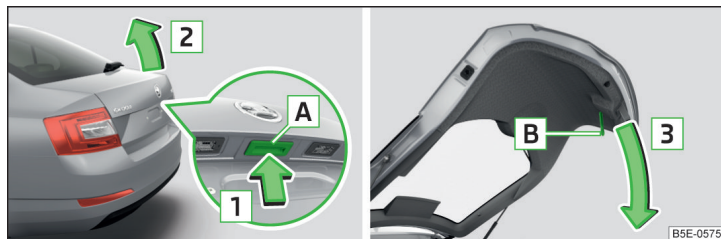

Fig. 38 Abrir/cerrar la tapa del maletero
- Para abrir la tecla **A** presionar en el sentido de la flecha **1** » fig. 38.
Se desactiva la tecla **A** » fig. 38 cuando se arranca y/o a partir de una velocidad de más de 5 km/h. Después de parar el vehículo y abrir una puerta se volverá a activar la tecla.